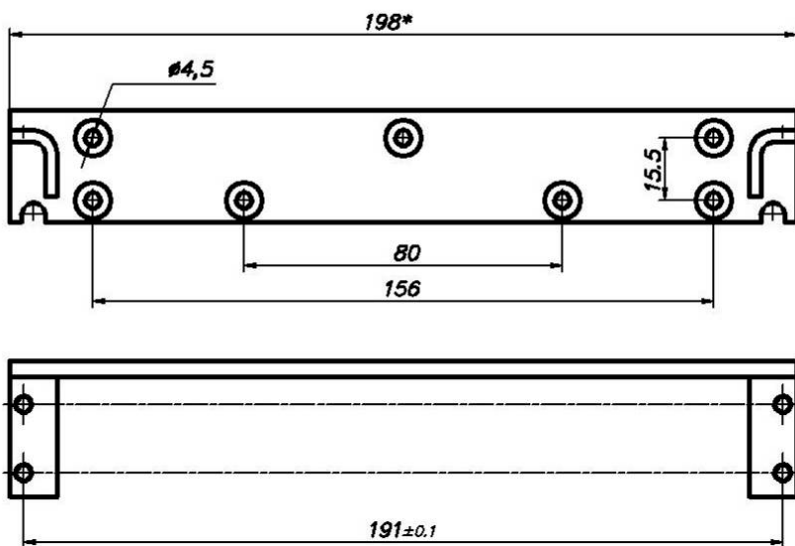

Рис. 4
6.2 Габаритно-установочные размеры кронштейнов показаны на рис.4.